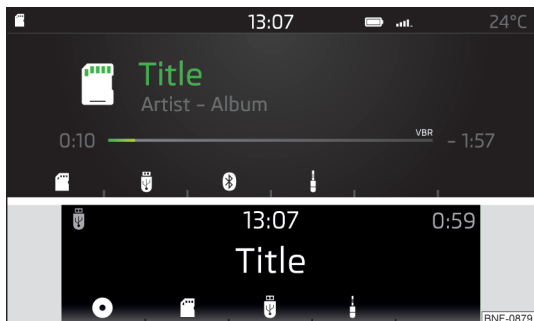

Fig. 105
- ▶ Pentru **selectarea sursei audio în meniul principal Media**, apăsați tasta **[MEDIA]** și selectați sursa dorită prin intermediul tastelor funcționale » fig. 105.